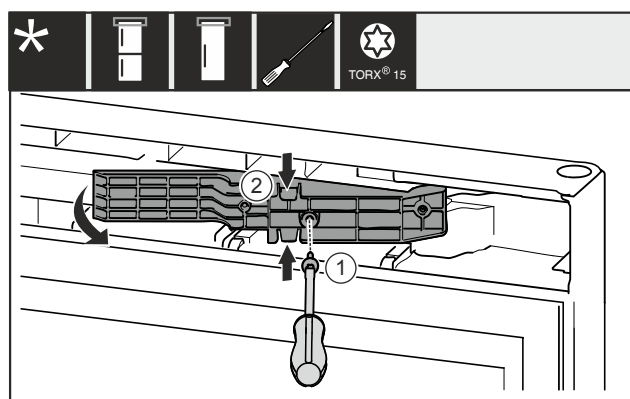

Fig. 14 *
- Retirer la vis Fig. 14 (1)*
- Compresser légèrement l'adaptateur Fig. 14 (2) par le haut et le bas et le retirer.*